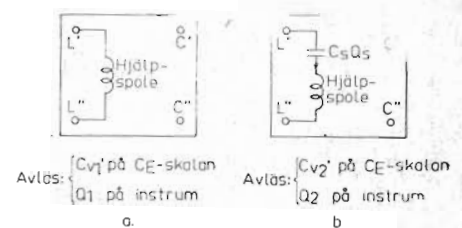

Fig 12
V. spalten: Formler för beräkning av kapacitans och Q-värde C_p, Q_p i kondensator vid mätning enligt fig. 9 a och b. H. spalten: Formler för beräkning av kapacitans och Q-värde C_s, Q_s i kondensator vid mätning enligt fig. 12 a och b.
Man utför mätningen i två etapper, se fig. 12. Först gör man en resonansmätning på enbart hjälpspolen och avläser C_{v1}' -värdet på C_E -skalan på avställningskondensatorn och Q_1 på instrumentet. Därefter ansluter man, som visas i fig. 12 b den kondensator som skall provas i serie med hjälpspolen och läser av de nya värdena för resonans, C_{v2}' och Q_2 på Q-metern.
Denna förändring i schemat måste vidtas om man vill göra Q-mätningar på kondensatorer enligt fig. 12 a och b. $3,3 \text{ Mohms}$ motstånd flyttas från klämma L' och lödes direkt på stift 7 på rörhållaren för 6AL5.
Vid mätning på stora kondensatorer i en koppling enligt fig. 12 bör man vid mätning a kortsluta parallellt över kondensatorn i stället för att avlägsna kondensatorn och sätta in hjälpspolen direkt i uttagen L' och C'' .